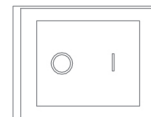

Abb. 6.8
Wichtig: Der Netzschalter am Akkukasten ist bei Auslieferung ab Werk ausgeschaltet. Achten Sie unbedingt darauf, diesen Schalter beim Laden einzuschalten. "I" steht für EIN und "O" für AUS, wie in Abbildung 6.8 gezeigt.
- Schalten Sie den Netzschalter am Akkukasten ein, indem Sie ihn auf die Position "I" stellen, wie in Abbildung 6.8 gezeigt. Damit ist er im normalen Betriebszustand.